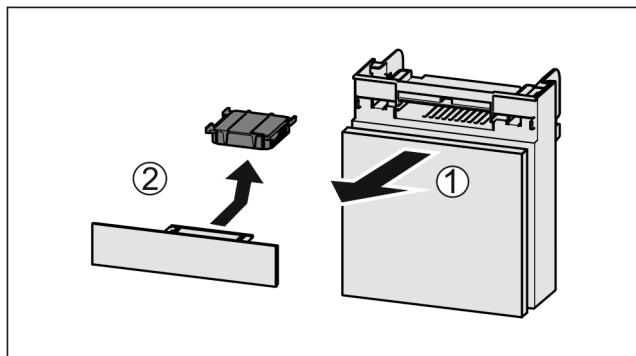

Fig. 177
- ▶ Потягніть Fig. 177 (1) відділення вперед.
- ▶ Витягнути Fig. 177 (2) фільтр з активованого вугілля.